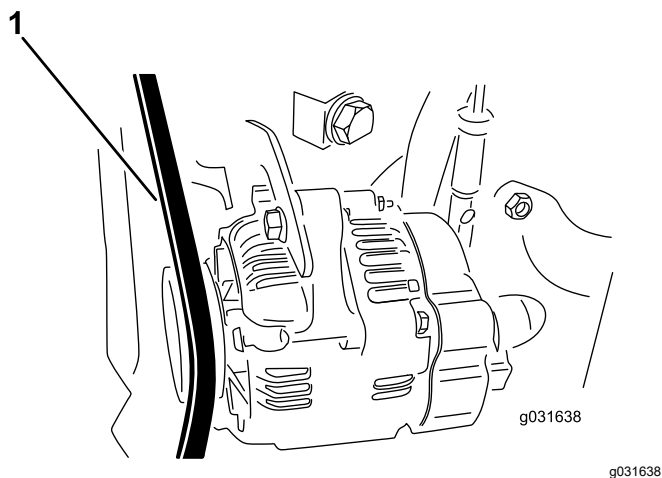

図 62
2. プーリとプーリの間中部でベルトを指で 0.25 kg 程度の力で押して点検する 図 62。